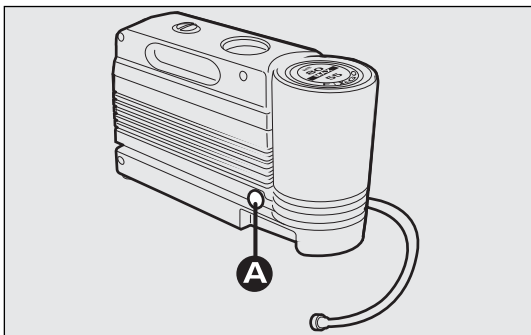

fig. 183
- pulsar el botón A-fig. 183 para soltar el recambio;